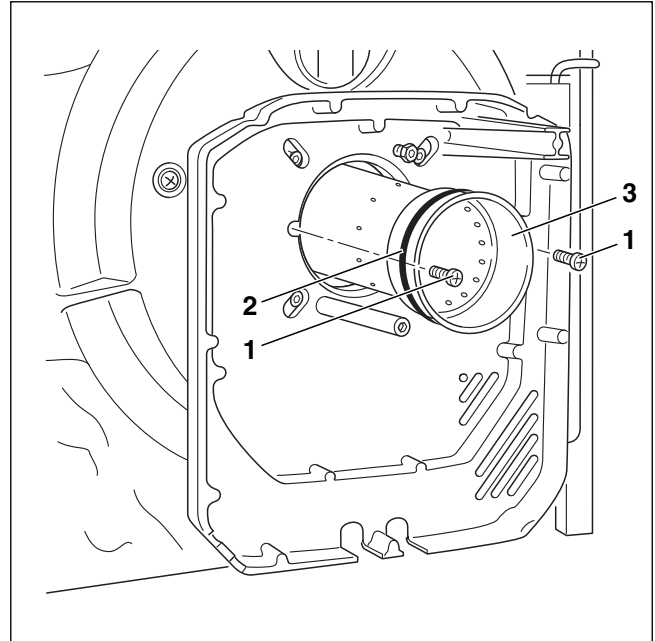

Bild 52 Brennerrohr austauschen und Dichtung prüfen
- ▶ Die beiden Befestigungsschrauben (→ Bild 52, [1]) lösen.
- ▶ Altes Brennerrohr (→ Bild 52, [3]) herausnehmen.
- ▶ Neues Brennerrohr (→ Bild 52, [3]) und O-Ring (→ Bild 52, [2]) einbauen.